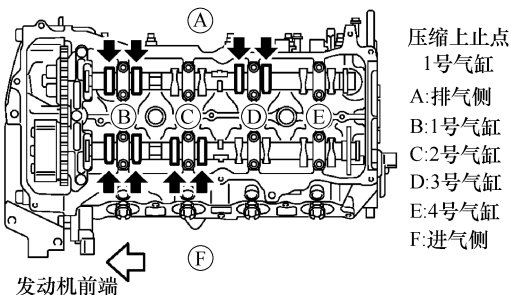

图 3-84 测量气门间隙
- ③ 参照图 3-84，用塞尺测量表 3-5 [图 3-84 中黑色箭头(←)所示位置] 所示“×”标记处的气门间隙。